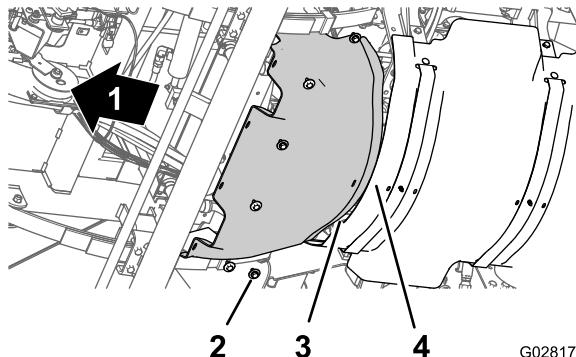

Figure 59
1. Alignez la bride arrière de l'écran pare-chaleur avant et la bride avant de l'écran pare-chaleur arrière (Figure 59).
2. Alignez les trous de l'écran pare-chaleur avant et les trous filetés du châssis (Figure 59).
3. Montez l'écran pare-chaleur avant sur la machine au moyen des 6 boulons à tête hexagonale et des 6 rondelles (Figure 59) retirés à l'opération 3 de Dépose de l'écran pare-chaleur avant \(page 54\).